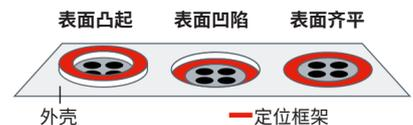

图4：用于确定背胶型防水防尘透气产品正确位置的目标环
- 可在需要采用防水防尘透气产品的外壳上标记或划定“目标区”，以提高放置的精确度（图4）